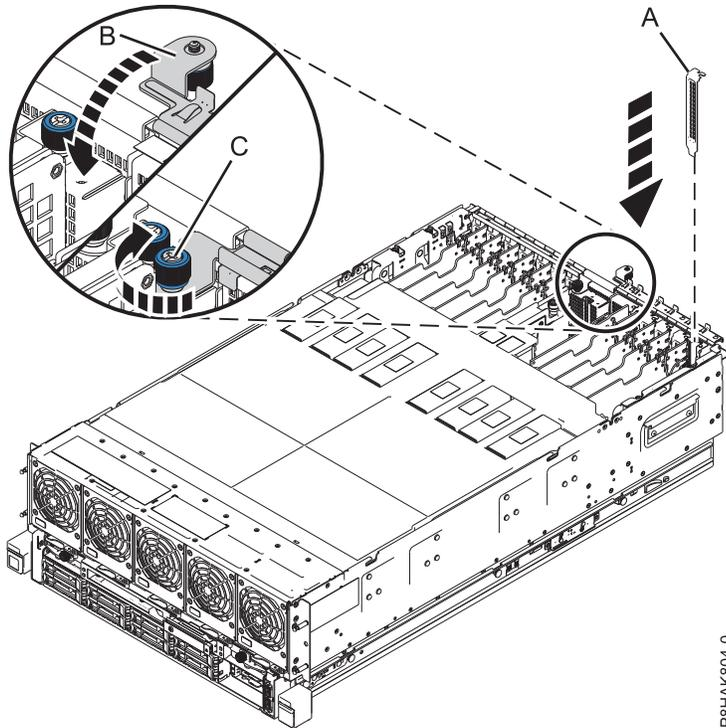

Figure 16. Installation d'un obturateur dans un emplacement de carte PCIe sur un système 8408-44E ou 8408-E8E
- a. Saisissez avec précaution la contre-poupée d'obturation et alignez l'obturateur avec l'emplacement et son connecteur sur le fond de panier du système, comme illustré sous (A) dans la figure 16, à la page 26.
- c. Fermez le support de fixation d'E-S en le faisant pivoter vers le bas en direction du système (B). Voir figure 16, à la page 26.
- d. Vissez la vis captive moletée du support de fixation d'E-S dans le sens des aiguilles d'une montre (C), comme illustré dans la figure 16, à la page 26.